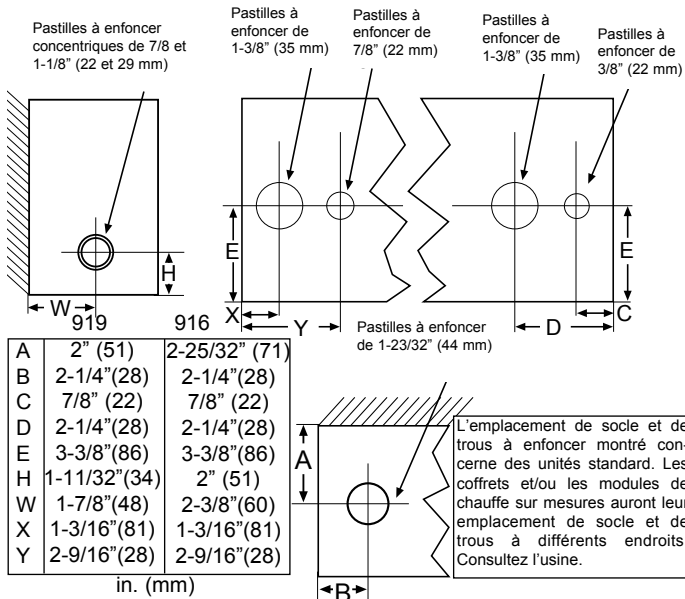

Fig. 2
1. Tirez une branche de circuit secteur, avec la bonne tension et une taille de fils correcte, jusqu'à l'emplacement du boîtier de raccordement de gauche ou de droite, comme indiqué sur le schéma de câblage du radiateur. Les radiateurs de base sont précâblés et peuvent se connecter au secteur d'un côté ou de l'autre. Les radiateurs avec commandes sont câblés à l'avance pour un raccordement au circuit d'alimentation d'un seul côté (reportez-vous au schéma de câblage du radiateur). Cependant un radiateur peut être câblé depuis l'extrémité opposée en tirant des fils au travers sans son chemin de câble. Voyez la Figure 2 pour l'emplacement des pastilles à enfoncer.
- Ouvrez les ouvertures à enfoncer pour électricité appropriées de l'un des boîtiers de raccordement. Voyez la Figure 2 pour l'emplacement de ces ouvertures à enfoncer. Si le radiateur est monté sur socle, consultez les instructions d'installation du kit de socle.
- Référez-vous au schéma de câblage pour l'entrée de l'alimentation électrique et ouvrez l'ouverture à défoncer appropriée (Figure 2) sur le radiateur sur lequel les raccordements électriques d'arrivée seront effectués. L'alimentation secteur ne peut être amenée qu'à l'extrémité d'un seul radiateur, les autres peuvent être connectés en parallèle en utilisant le chemin de câbles. Utilisez le Tableau B pour dimensionner le câblage installé sur le site dans le chemin de câble, ou utilisez le Tableau C pour déterminer la longueur maximale ou l'ensemble de radiateurs possible en utilisant le câblage installé en usine dans le chemin de câble de radiateur. Si le radiateur est monté sur socle, consultez les instructions d'installation du kit de socle.